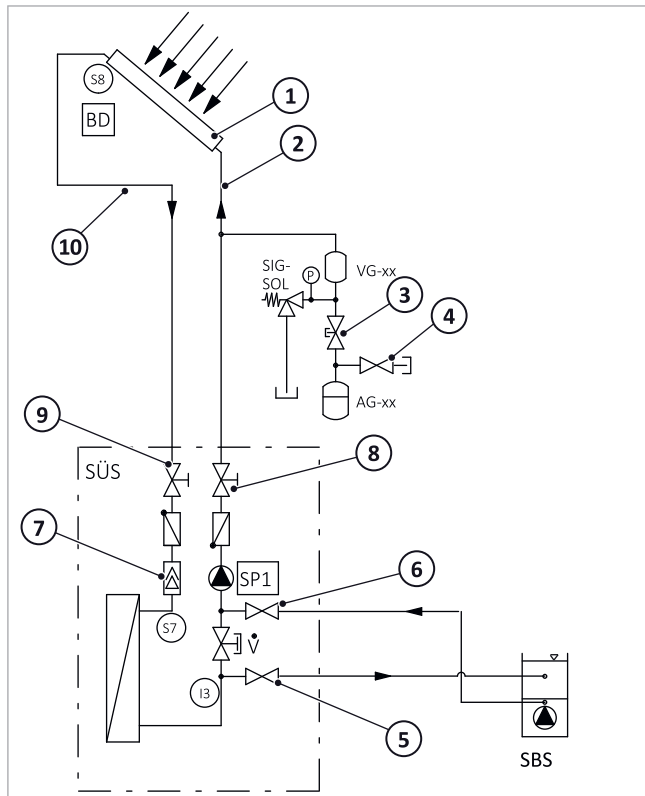

Fig. 21: stazione di trasmissione del calore solare: spurgo della linea della pompa
- Dopo il nuovo riempimento del circuito solare, durante l'esercizio avranno luogo dei degassamenti i quali si accumulano nell'intercettazione aria della stazione → fig. 21, S. 18 (7). Questi degassamenti si riducono man mano che aumenta la durata di esercizio. Nei primi giorni dopo la messa in funzione, quindi giornalmente, sfiatare l'intercettazione aria e, infine, a seconda della separazione della quantità d'aria ad intervalli più lunghi e controllare la pressione dell'impianto.
6. Sfiatare l'intercettazione aria → fig. 21, S. 18 (7) della stazione tramite lo sfiatatoio manuale.
1. Chiudere la valvola a coperchio (7, vedere → fig. 21, pag. 18) sul vaso di espansione solare (marcatatura orizzontale).